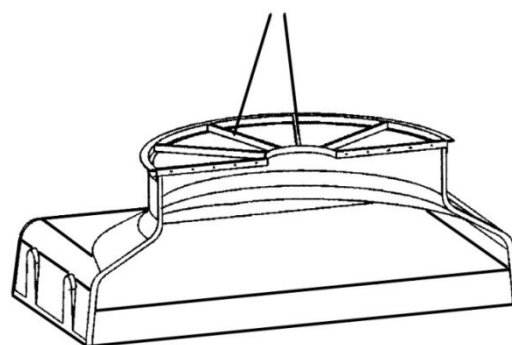

Fig. 6
- b) In the part not including the electric motor, hook a sling to the eye bolts or to two of the spokes of the fan supporting ring in the way shown in Figure 6.
- a) Dans la partie qui ne comporte pas le moteur, accrocher une élingue aux points d'élévation, ou bien à deux des rayons de l'anneau support du ventilateur comme il est indiqué sur la figure 6.